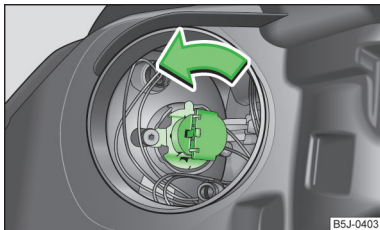

Abb. 157
- › Den Stecker mit der Glühlampe bis zum Anschlag in Pfeilrichtung drehen » Abb. 157 und herausnehmen.